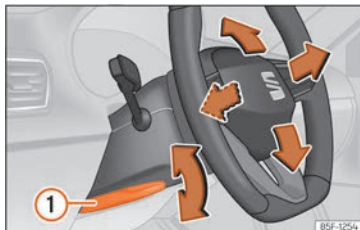

Abb. 5 Hebel auf der linken unteren Seite der Lenksäule.
- Ziehen Sie den Hebel »» **Abb. 5** ① nach unten, bringen Sie das Lenkrad in die gewünschte Position und schieben Sie den Hebel wieder nach oben, bis er seine Verriegelungsposition erreicht.
- Den Hebel »» **Abb. 5** ① nach dem Einstellen immer fest nach oben schwenken, damit das Lenkrad während der Fahrt nicht unbeabsichtigt seine Position verändert.